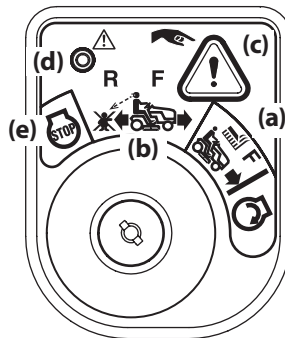

Figure 3-5
2. Tournez la clé de la position de tonte normale (a) à la position de tonte en marche arrière (B) à la position d'allumage. Voir Figure 3-5.
3. Appuyez sur le bouton de marche arrière (c) situé dans le coin supérieur droit du module de commutateur d'allumage. Le témoin lumineux rouge (d) dans le coin supérieur gauche s'allume lorsque le bouton de marche arrière est activé. Voir Figure 3-5.
6. Le mode de tonte en marche arrière (B) demeure activé jusqu'à ce que :